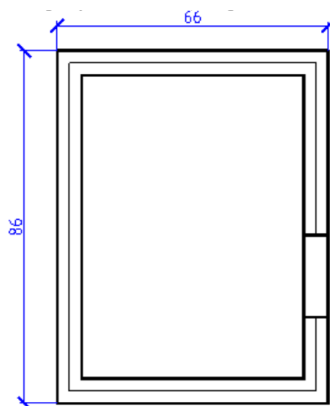

Рис. 150 – Дверной проем в комнате
14. Постройте отрезки, указывающий дверной проем. Постройте отрезок с координатами его концов (77;38) и (83;38). Постройте отрезок с координатами его концов (77;58) и (83;58). Нажмите кнопку **Обрезка** на панели инструментов **Редактирование** (рисунок 150). Она находится в правой части окна программы. В качестве кромок укажите оба построенных отрезка и нажмите клавишу Enter. Укажите в качестве объекта для обрезания отрезок прямоугольника между кромками. Постройте новые размеры у комнат.